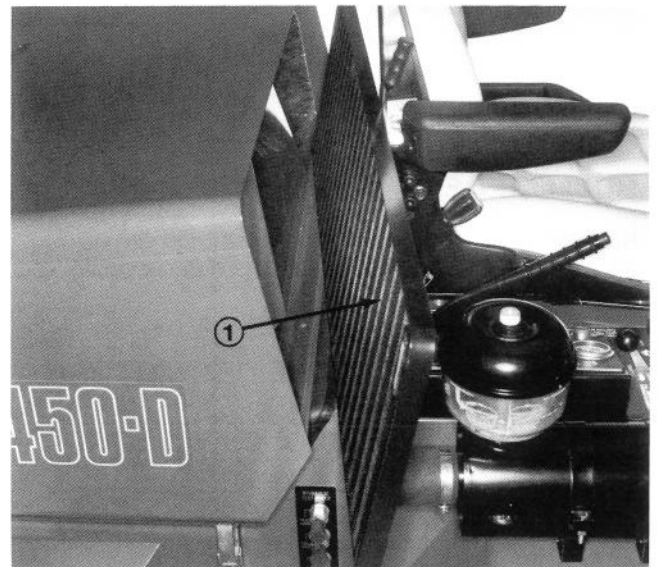

**Fig. 38**
- B. Sbloccare i dispositivi di bloccaggio all'interno del cofano posteriore, ed aprirlo (Fig. 38). Alzare il cofano con i manici del radiatore dell'olio e spostarlo indietro nella guida di montaggio. Pulire accuratamente con aria compressa ambo i lati del radiatore dell'olio, la zona circostante, ed a tergo del motore. Girare il radiatore dell'olio nella posizione iniziale e bloccare i cofani anteriore e posteriore.